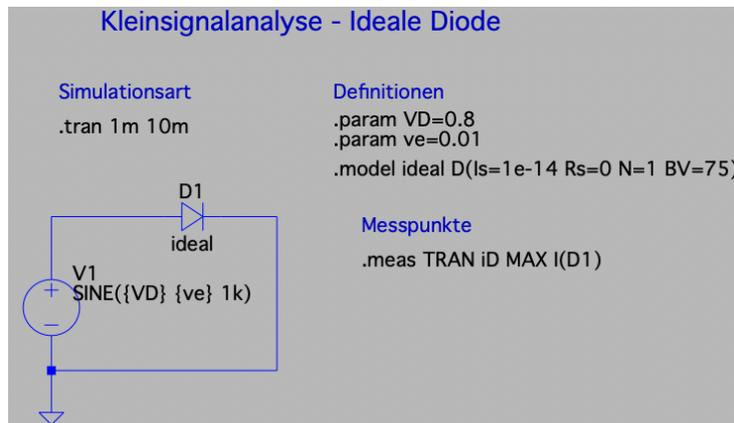

Abbildung 12: Schaltplan der Dioden-Schaltung mit Wechselspannungsquelle.
1. Für die LTSpice-Simulation muss eine Sinusquelle ausgewählt werden. Hierbei kann direkt U_0 und u_e eingestellt werden. Der Schaltplan ist in Abbildung 12 zu sehen.